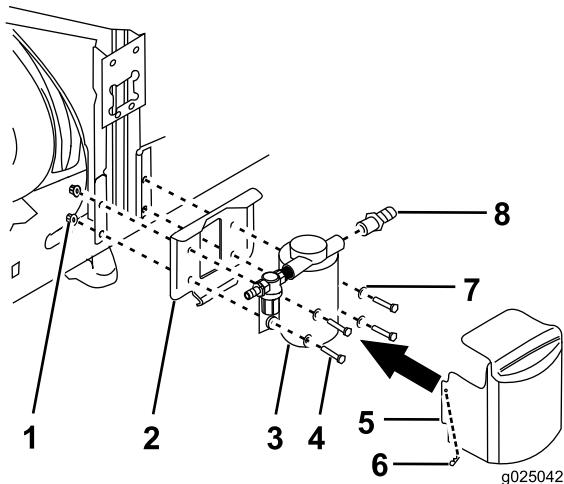

Figura 13
7. Sujete la bomba al bastidor usando el soporte de montaje de la bomba de enjuague y los 4 pernos, 4 tuercas autoblocantes con arandela prensada y 4 arandelas (Figura 13).